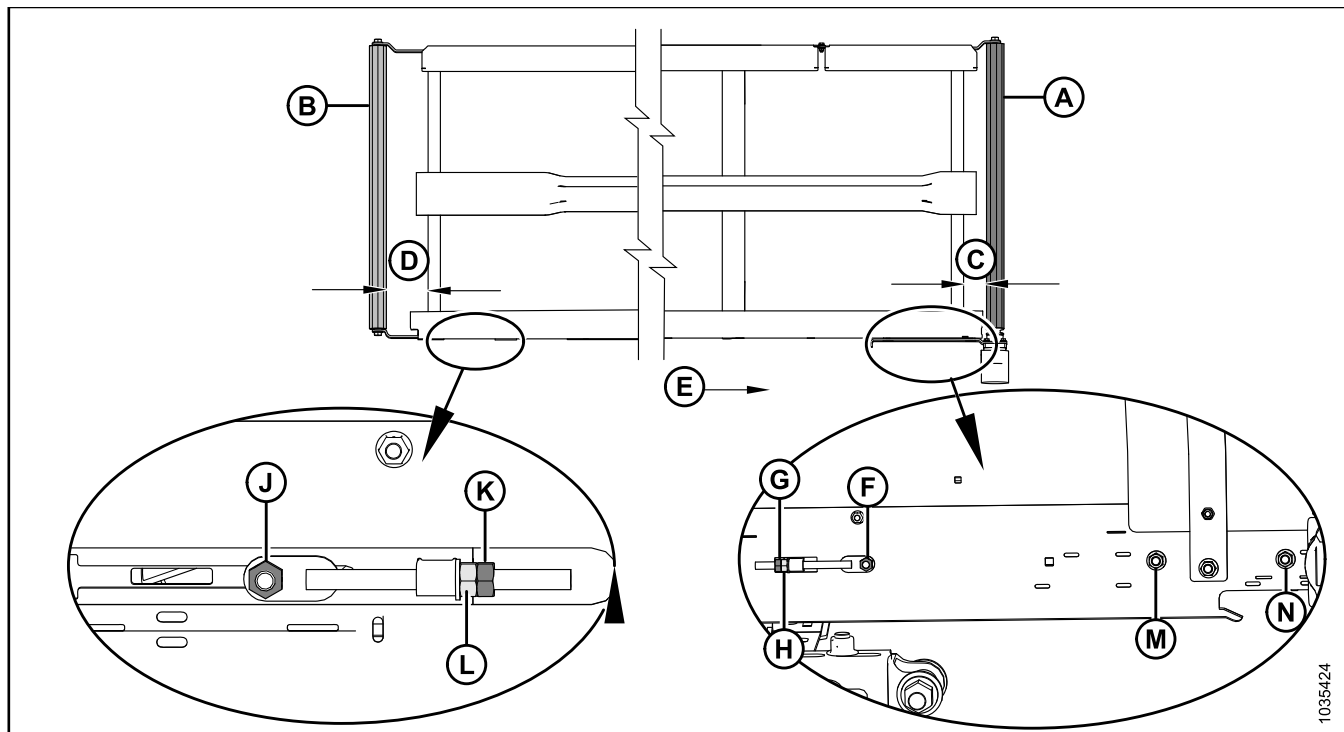

Рисунок 4.233: Регулировка хода полотна — левое полотно
2. Отрегулируйте приводной ролик (А), чтобы изменить параметр С (см. таблицу 4.2, страница 725 и рисунок 4.233, страница 725), выполнив следующее.
- а. Ослабьте гайки (F), (M) и (N), а также контргайку (G).
- б. Поверните регулировочную гайку (H).
- в. Затяните гайки (F), (M) и (N), а также контргайку (G).
3. Отрегулируйте натяжной ролик (В), чтобы изменить параметр D (см. таблицу 4.2, страница 725 и рисунок 4.233, страница 725), выполнив следующее.
- а. Ослабьте гайку (J) и контргайку (K).
- б. Поверните регулировочную гайку (L).